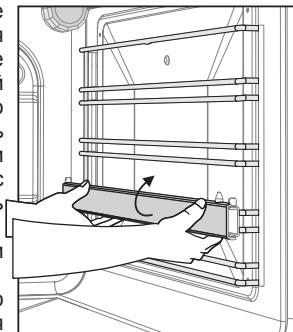

Рис. 25
- Телескопические направляющие крепятся на проволочные направляющие и служат для выдвижения готовящегося блюда за пределы горячей духовки. Телескопические направляющие могут быть установлены на разной высоте, в зависимости от того, на каком уровне должно идти приготовление пищи. Чтобы переустановить телескопическую направляющую, необходимо отвести ее нижний край (рис.25), а затем движением вниз снять с проволочных направляющих. Установка на другой уровень производится в обратной последовательности.